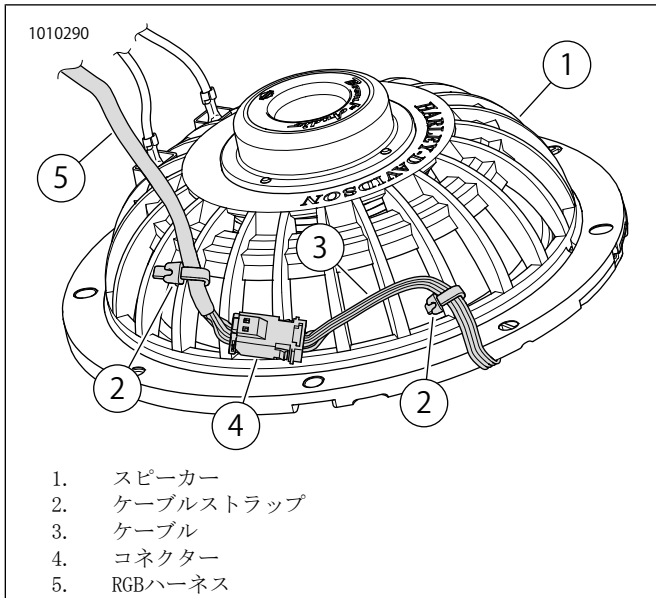

図12。スピーカーの裏、ケーブル、ケーブルタイ
- 図12を参照してください。ライトエンジンからRGBハーネスまでコネクタ(4)を接続します。